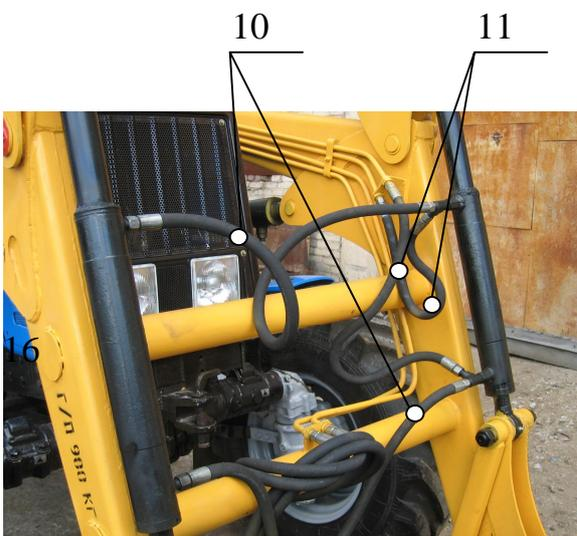

Рисунок 13
- соединить трубопроводы РВД (поз. 11, рис.13) с левым ковшевым гидроцилиндром, а затем соединить ковшевые гидроцилиндры между собой РВД (поз. 10, рис.13);